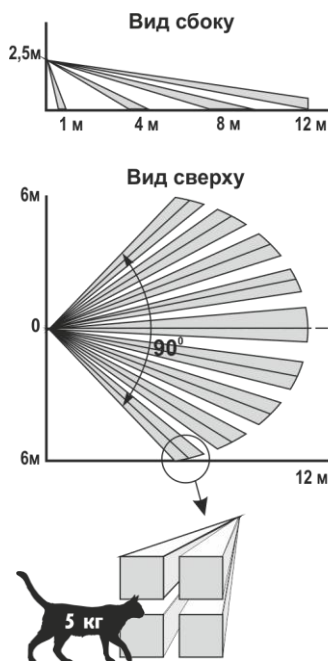

Рисунок 2
2.1 Принцип действия основан на регистрации четырехплощадочным пирозлектрическим приемником изменений потока теплового излучения, возникающих при пересечении человеком зоны обнаружения, которая состоит из чувствительных зон. Каждая чувствительная зона состоит из четырех элементарных чувствительных зон (рисунок 2).